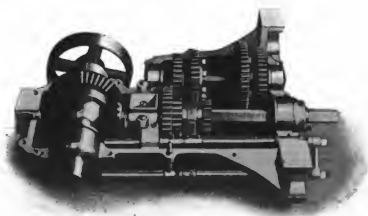

Fig. 111.
In der nächsten Figur (111) ist ein älteres Wechselgetriebe für Kettenwagen abgebildet. Es fallen mehrere Unterschiede in der Bauart dieser beiden Wechselgetriebe auf. Bei dem einen Wechselgetriebe liegen die Zahnräder übereinander, beim anderen nebeneinander, bei dem einen sitzt die Bremscheibe unmittelbar hinter den Kettenrädern, bei dem anderen unmittelbar neben dem Getriebekasten. Dies Getriebe (Fig. 111) weist nur eine solche Bremscheibe auf, während man jetzt fast durchweg auf jeder Achshälfte unmittelbar neben dem Getriebekasten eine Bremscheibe für die Fußbremse anbringt. Es ist dies von wesentlichem Vorteil; die frühere einseitige Anbringung der Bremse begünstigte das Schleudern, weil nur die eine Hälfte der Kettenachse durch die Fußbremse blockiert wurde und die andere Hälfte sich infolge der Einwirkung des Differentials dann rückwärts drehte. Das Wechselgetriebe Figur 110 wird durch 2 Schaltzüge beordert, bei Figur 111 nur durch einen Schaltzug. Wie diese Schaltzüge bewegt werden, wird unter „Schaltung“ näher beschrieben.